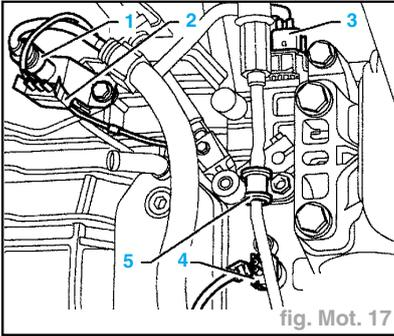

fig. Mot. 17
- Débrancher les fiches suivantes (fig. Mot. 17) :
- vers les électrovannes (fiche à 10 broches) (1),
- vers le transmetteur de vitesse du véhicule (G68) (2),